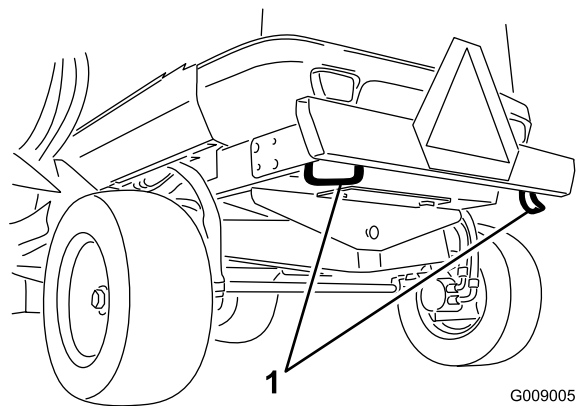

Figure 42
**Arrière de la machine** – sur le pare-chocs (Figure 42)